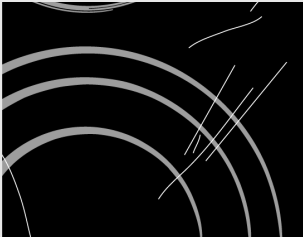

рис. 1
Каждый раз перед использованием протирайте со стеклокерамической поверхности и дна посуды пыль и грязь, которые могут поцарапать поверхность (рис. 1).
- ⚠ Для очистки варочной поверхности нельзя использовать агрессивные чистящие спреи и неподходящие жидкие чистящие средства (рис. 1 и 2).